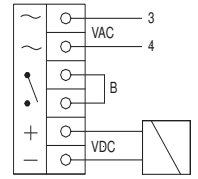

Bild 17
avec redresseur et alimentation externe VAC → Bild 17
A.C.-side connection (with jumper B) → Bild 17
replace jumper B in → Bild 17 with a switch
démontez le pont B dans → Bild 17 raccorde avec un interrupteur